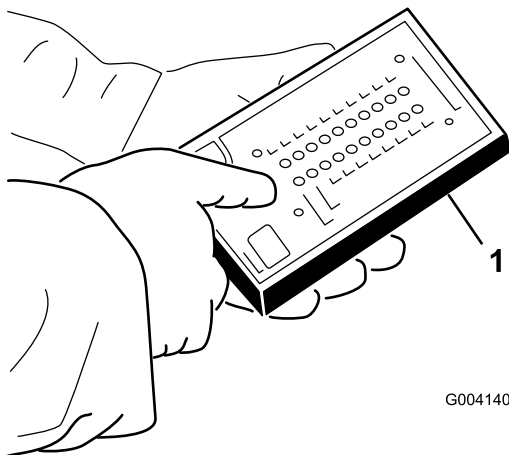

Bild 23
4. Schließen Sie den Stecker des ACE-Anzeigewerkzeugs am Diagnostikanschluss an (Bild 23).